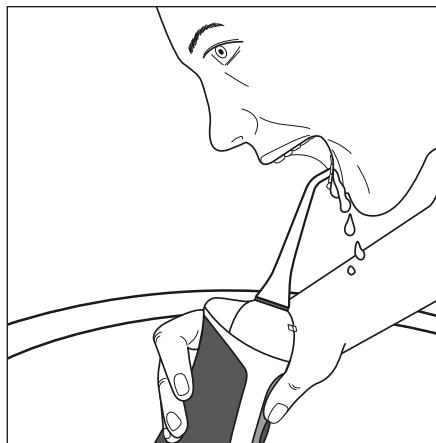

Fig. 1
- Veillez pendant l'utilisation à ne pas boucher avec vos doigts les ouvertures d'arrivée d'air ④ situées au dos du corps de l'hydropropulseur ⑤.
- Si vous tenez le corps de l'hydropropulseur ⑤ trop en biais pendant l'utilisation, de l'eau risque de s'écouler par les ouvertures d'arrivée d'eau ⑥.
- Le corps de l'hydropropulseur ⑤ s'éteint automatiquement après environ 50 secondes (jet)/environ 60 secondes (normal)/environ 70 secondes (soft), même s'il y a encore de l'eau dans le réservoir à eau ⑥.
- 1) Remplissez le réservoir d'eau ⑥.
- 2) Insérez un embout ② sur le corps de l'hydropropulseur ⑤.
- 3) Appuyez sur la touche de sélection du niveau de puissance ⑯, pour régler le niveau de puissance souhaité.
- 4) Introduisez l'embout ② dans la bouche pour éviter les projections d'eau. Penchez-vous au-dessus du lavabo et maintenez le corps de l'hydropropulseur ⑤ le plus verticalement possible (voir fig. 1). La buse ① de l'embout ② est dirigé vers les dents/espace interdentaires.